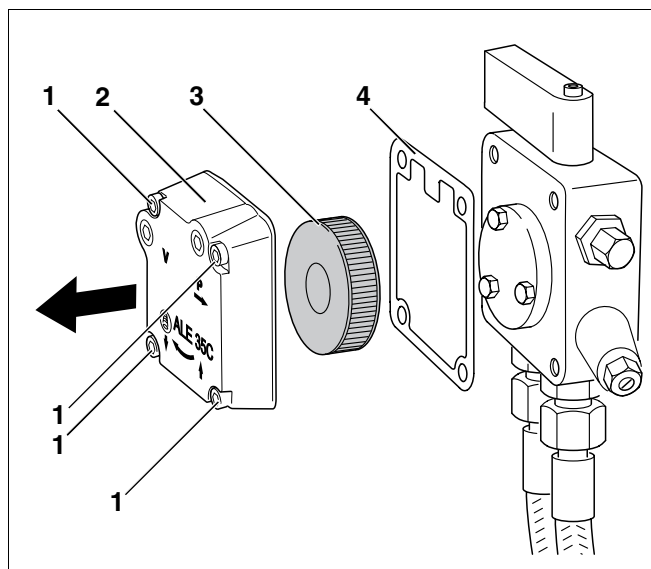

Fig. 22 Testarea filtrului pompei de combustibil lichid – Pompa de combustibil lichid Suntec
- Se slăbesc cele patru șuruburi cu cap hexagonal (Fig. 22, **Poz. 1**) înecat.
- Se detașează capacul (Fig. 22, **Poz. 2**) carcasei.
- Se scoate filtrul pompei (Fig. 22, **Poz. 3**) de combustibil lichid.
- Se testează (Fig. 22, **Poz. 4**) garnitura la deteriorare și se înlocuiește, după caz.
- Se curăță (Fig. 22, **Poz. 3**) filtrul pompei de combustibil lichid cu neofalină, se înlocuiește, după caz, și se reinstalează în pompa de combustibil lichid.